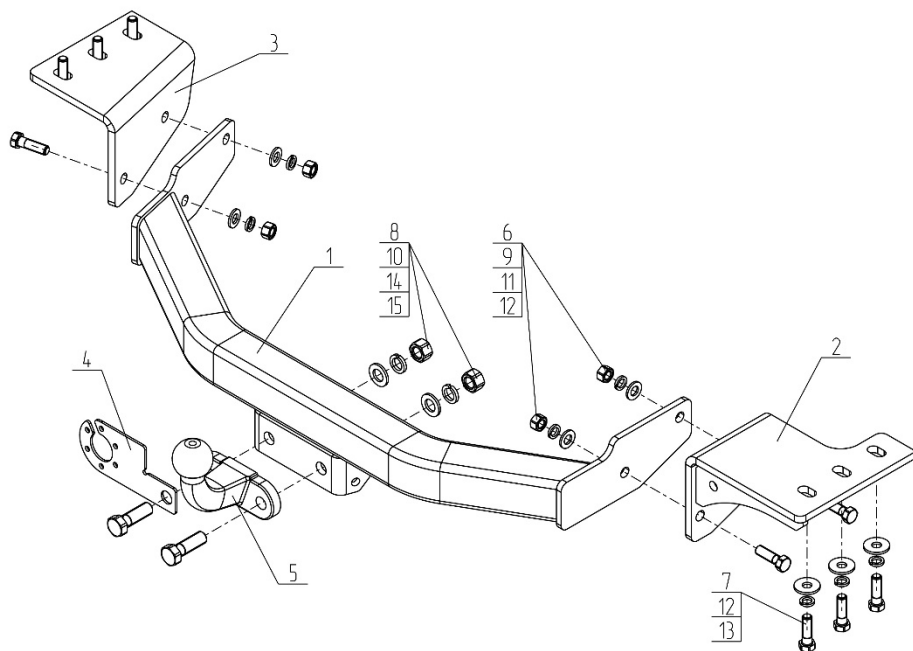

Рис.1 Установка на автомобиль
- Установите кронштейны (поз.2,6) на автомобиль с помощью крепежных элементов, показанных на Рис.1. Крепеж не затягивать;